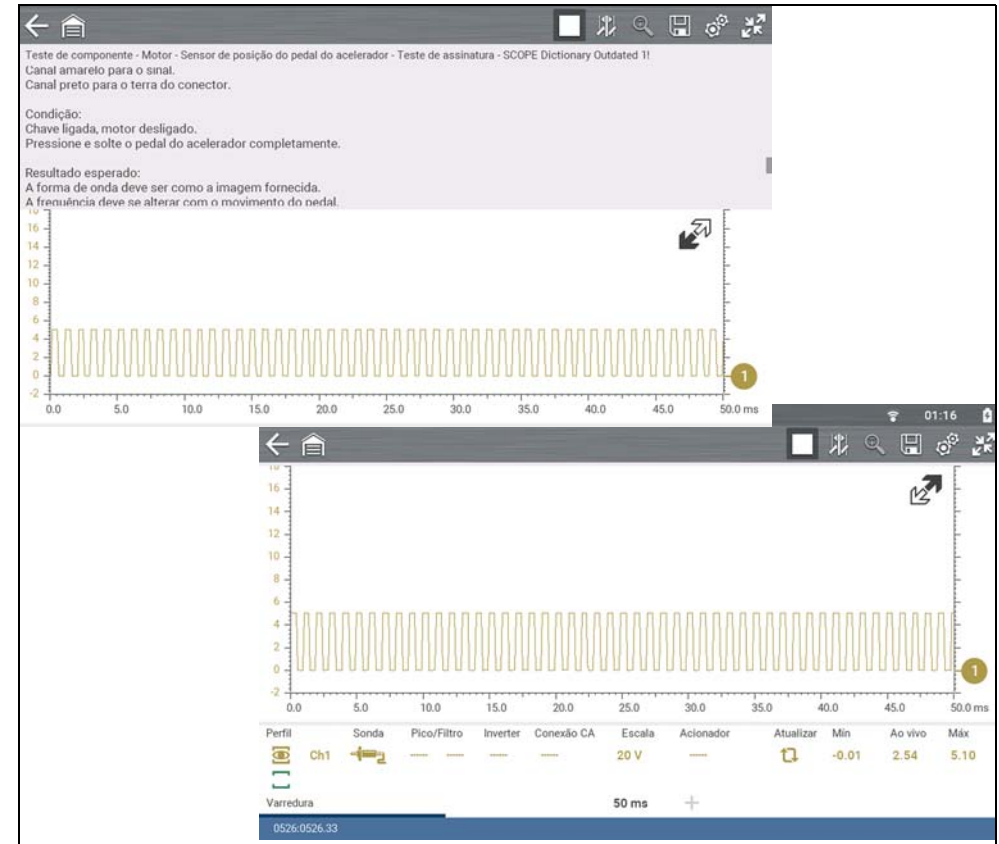

Figura 7-9
4. Use o ícone **Expandir/Recolher** para alternar entre visualização de tela inteira e dividida e exibir o painel de controle (Figura 7-9).